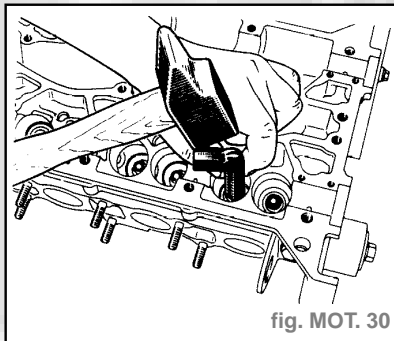

fig. MOT. 30
- Changer les joints d'étanchéité de queues des soupapes. Pour la repose s'aider d'une clé tube de 11 (**Type Nervus**) (fig. MOT. 30).